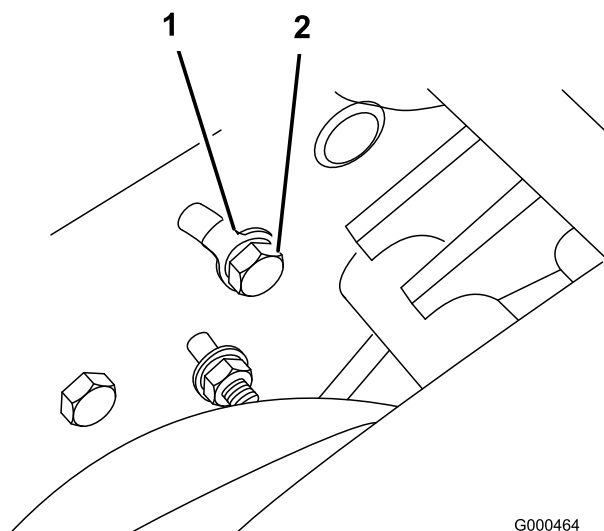

図 40
- A. サイド・プレートの裏側でアイドル・ブラケットをサイド・プレートに止めているボルト（図 40）をゆるめる。